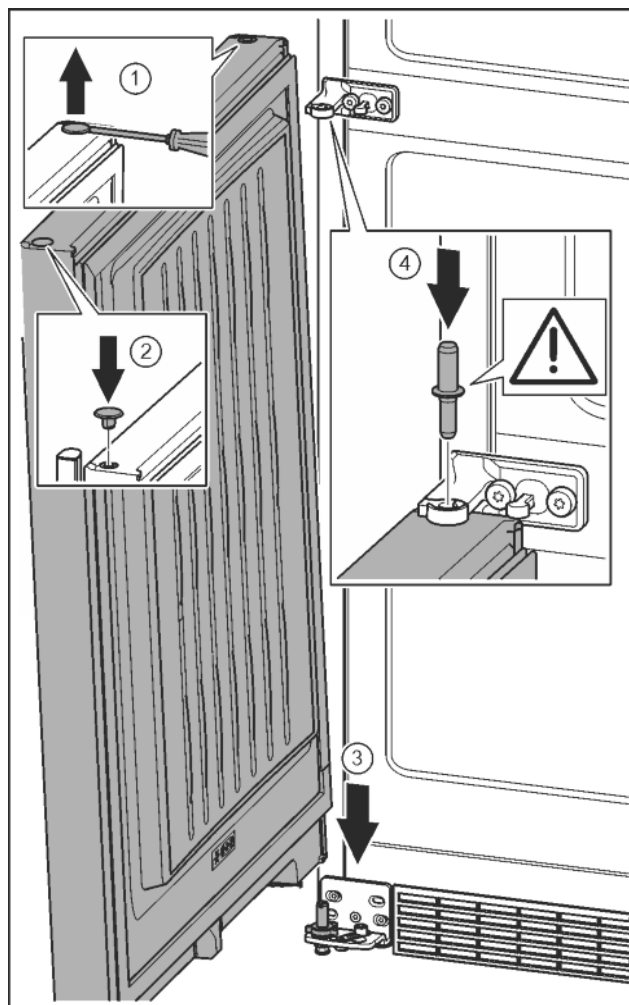

Fig. 23
- ▶ Zatyczkę ostrożnie podważyć przy pomocy śrubokręta i wyjąć. *Fig. 23 (1)*
- ▶ Zatyczkę założyć ponownie z drugiej strony drzwi. *Fig. 23 (2)*
- ▶ Założyć drzwi od góry na dolny sworzeń zawiasu. *Fig. 23 (3)*
- ▶ Przełożyć środkowy sworzeń zawiasu przez środkową płytkę zawiasu, wkładając go w dolne drzwi. Przy tym zwrócić uwagę, by krzywka zatraskowa wskazywała do tyłu. *Fig. 23 (4)*